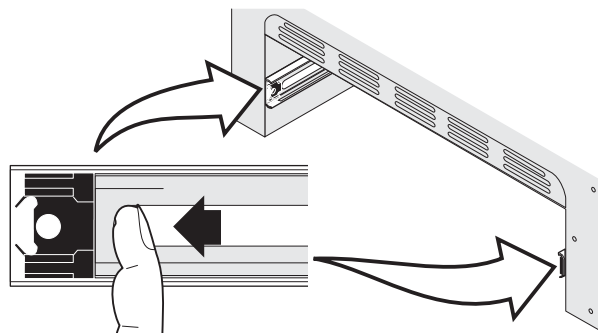

Figure 45 : Positionnement des coulisses à roulement
1. Tirez les glissières à roulement vers l'avant des profilés des glissières du compartiment extérieur jusqu'à ce qu'elles s'enclenchent (Figure 45).